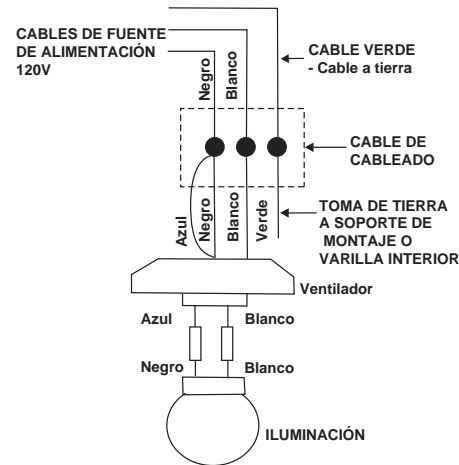

Figura 13
Paso 1. Conecte el cable (negro) de la fuente de alimentación del ventilador y el cable (azul) de la fuente de alimentación de la iluminación en el cable y fuente de alimentación de su hogar, tal y como se muestra en la figura 13.